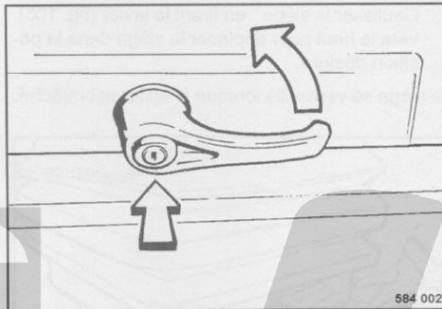

fig. 107
- Ouvrir le verrou (fig. 107).